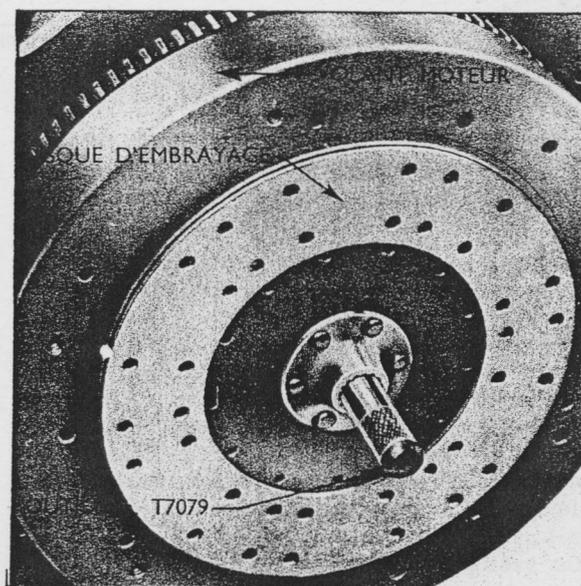

Fig. 4.
1. Placer le disque d'embrayage sur l'outil spécial de centrage (Outil N° T. 7079), le bossage le plus gros du moyeu du disque étant adjacent à la poignée de l'outil, puis introduire la petite extrémité circulaire de l'outil dans le roulement pilote d'embrayage de telle sorte que le disque d'embrayage se trouve placé contre le volant moteur (voir FIG. 4).